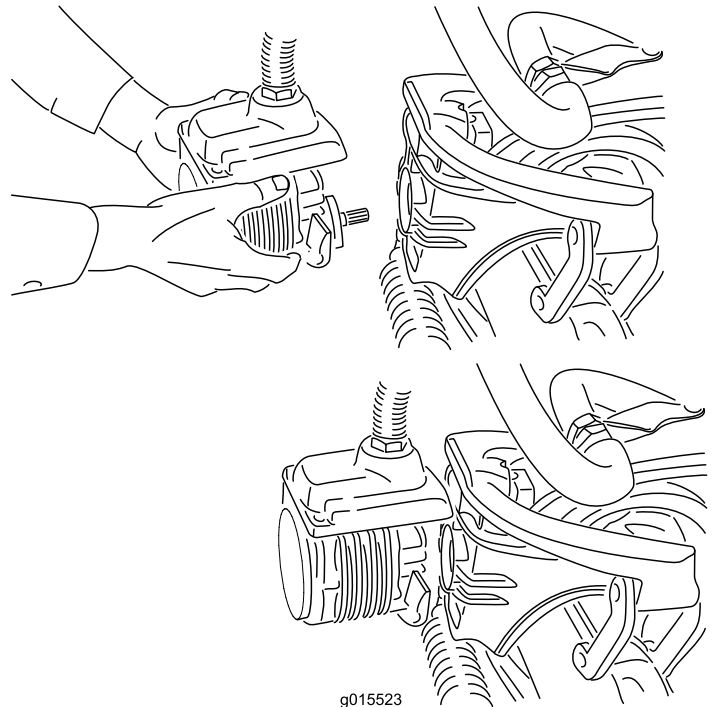

Figure 36
4. Amenez le moteur à la position de rangement sur l'avant du bras de suspension (Figure 36).